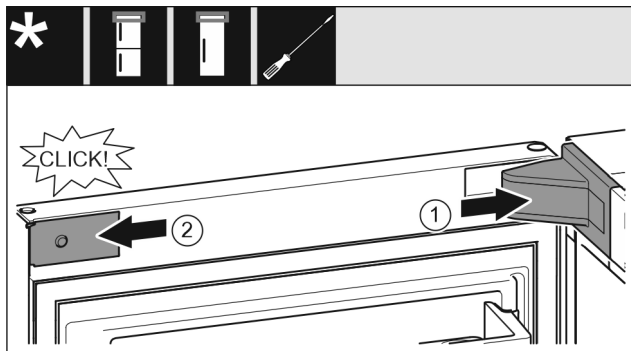

Fig. 26
- Applicare e innestare la copertura del blocco di supporto Fig. 26 (1), eventualmente staccarle l'una dall'altra con cautela.
- Applicare la maschera Fig. 26 (2) sui lati e innestarla.